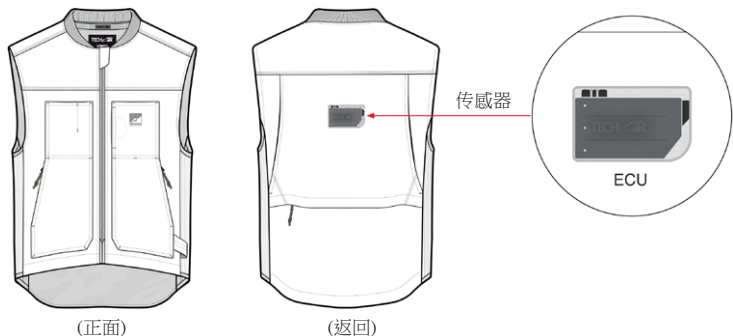

图 1：传感器位置
该系统包括一件背心，背心上集成有安全气囊电子控制单元（内置传感器）和 LED 显示屏 (2) (图 1)。安全气囊电子控制装置包含 1 个三轴加速计和 1 个三轴陀螺仪（也称为传感器组）。这些传感器监测用户身体是否受到冲击或发生意外移动。如果用户的身体受到高能量和/或突然能量的影响，系统就会启动。这种情况可能发生在摩托车发生事故时，例如摩托车与其他车辆或障碍物相撞、骑手失去控制或从摩托车上摔下。